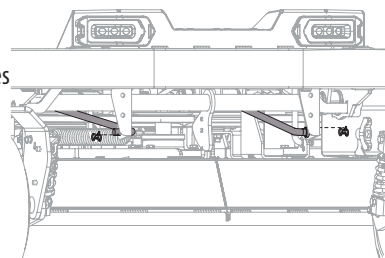

Figure 50
6. Retirez les deux goupilles fendues des tiges fixant les supports de relevage au milieu sur le devant du châssis aux supports du plateau. Tirez l'extrémité avant des tiges. Voir Figure 50.